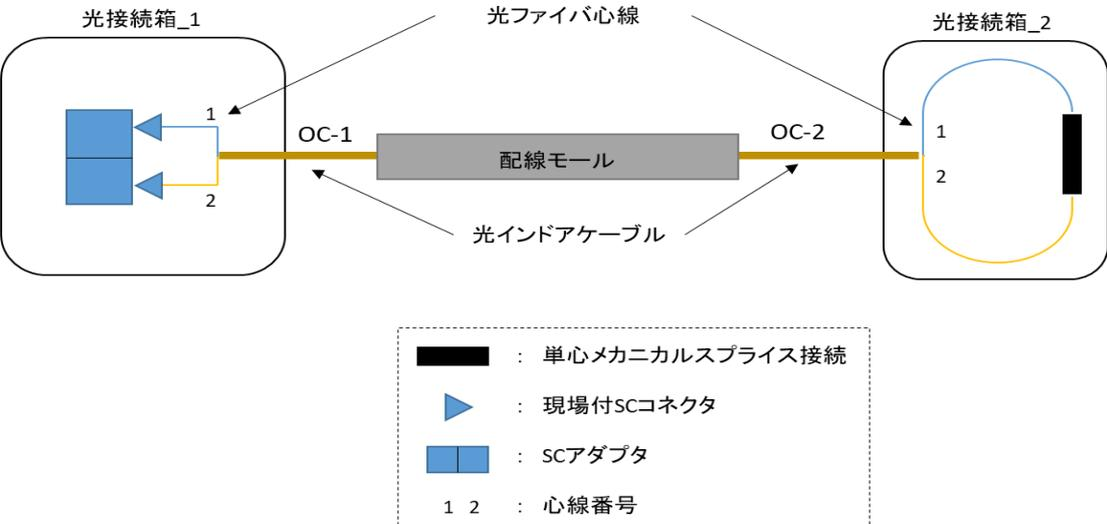

図2 光ファイバ心線接続図
- ・ 光接続箱_1で、光インドアケーブル端を約1m口出し、図2に従ってSCコネクタを成端しアダプタに接続する。光アダプタは所定の場所に固定すること。
- ・ 光接続箱_2で、光インドアケーブル端を約1m口出し、図2に従って心線を接続し収納する。